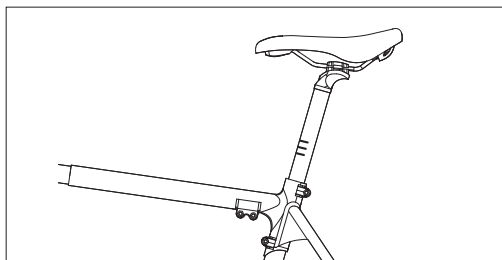

Figura 3-2
- Regola l'altezza della sella alla tua altezza corretta. Non superare il limite di altezza massima della sella, come mostrato in [Figura 3-2]. Quindi stringi i bulloni [F] e [J].